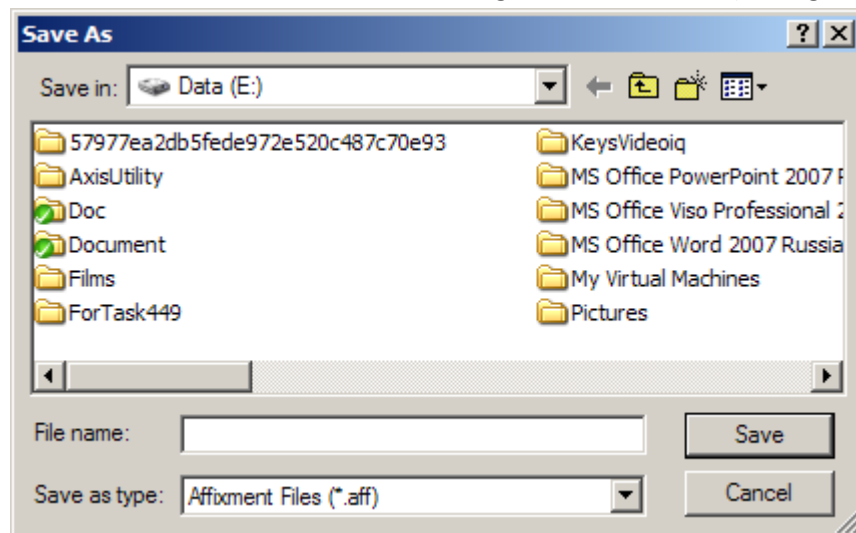

Fig. 7.4—14 Saving the markings file
5. Click «Apply» (see Fig. 7.4—13, 4).